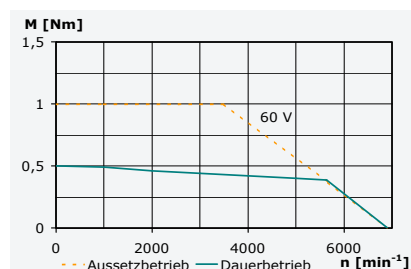

Bild 4.4: Kennlinien 60E32
- (Charakteristika siehe Tabelle 4.6 und Bild 4.4)